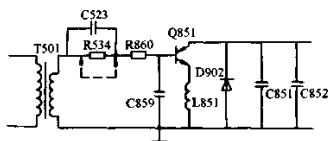

图 5-47 索尼 KV—1813CH 型彩色电视机的行输出级电路
5) 代换实例之一。如图 5-47 所示是索尼 KV—1813CH 型彩色电视机的行输出级电路，用晶体管代换时，拆除电阻 R534 和电容 CS23，并在原电阻 R534 两端焊上短接线，见图中的虚线所示。